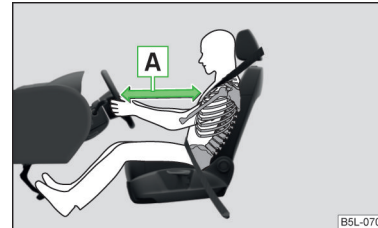

Abb. 21
- Für den Fahrer und Beifahrer ist es wichtig, einen Abstand von mindestens 25 cm zum Lenkrad bzw. zur Schalttafel einzuhalten » Abb. 21 - **A**. Wenn Sie diesen Abstand nicht einhalten, kann Sie das Airbag-System nicht schützen - Lebensgefahr! Die Vordersitze und die Kopfstützen müssen immer der Körpergröße entsprechend richtig eingestellt sein.